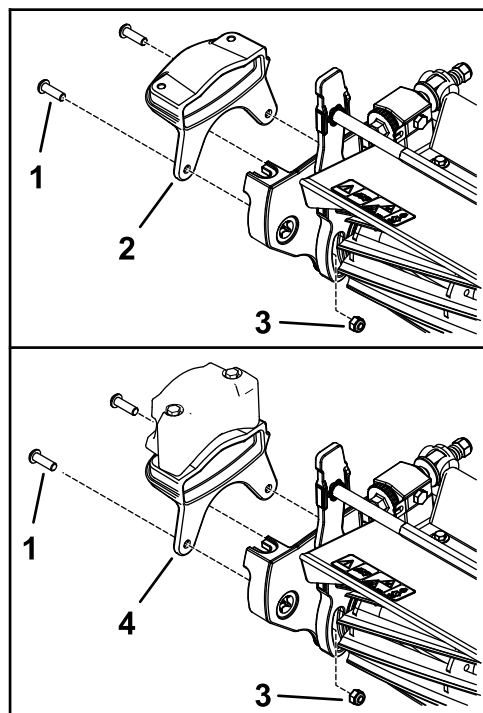

图10
1. 如 图10所示用 2 个螺栓5/16 英寸和 2 个螺母5/16 英寸将新配重块固定到滚刀组侧面。
4. 将疏草刀驱动箱添加到滚刀轴上图10。